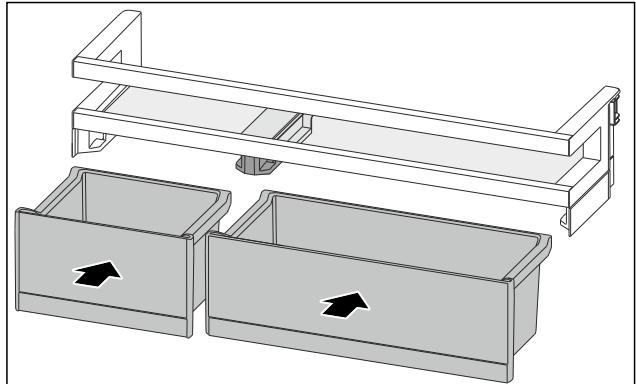

Fig. 123
- VarioBoxen in getauschter Anordnung einsetzen. (siehe Fig. 123)